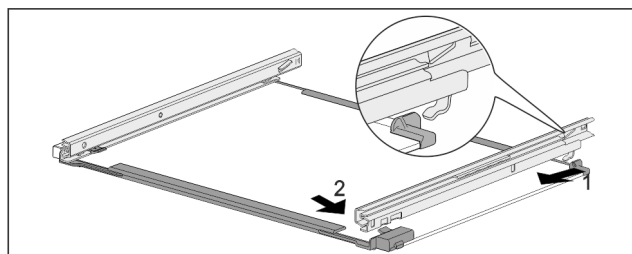

Fig. 229 Ripiano in vetro con guide
- Agganciare la guida sul lato posteriore. Fig. 229 (1)
- Innestare la guida sul lato anteriore. Fig. 229 (2)